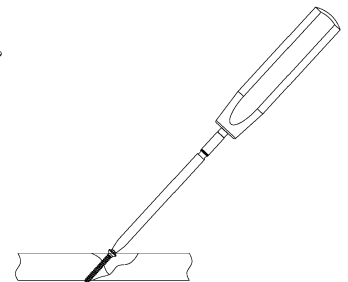

図 4
- ヘクスローブ 10 ドライバーにて、選択した長さの 2.7 コーティカルスクリューを挿入します。（図 4）